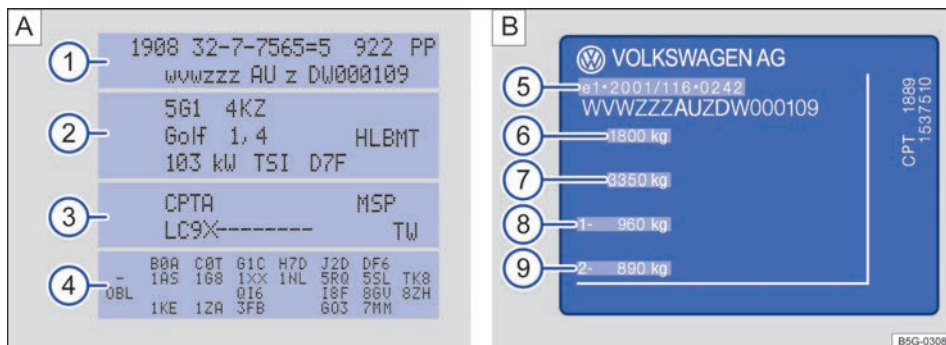

Fig. 326 A) Portadatos del vehículo: en la figura, por ejemplo, con letras distintivas del motor CPTA 3. B) Placa de modelo.
El portadatos del vehículo → fig. 326 **A** va pegado en la pared trasera del maletero, detrás del guarnecido, y en él figuran los siguientes datos:
- ① Número de identificación del vehículo (número de bastidor)
- ② Modelo de vehículo, potencia del motor y caja de cambios
- ③ Letras distintivas del motor y del cambio, referencia de la pintura, equipamiento interior. En el ejemplo, las letras distintivas del motor son "CPTA" → fig. 326.
- ④ Equipamientos opcionales, números PR
La placa de modelo → fig. 326 **B** se encuentra en la parte inferior del montante de la puerta del conductor. Se ve abriendo esta puerta. Los vehículos destinados a determinados países no llevan placa de modelo.